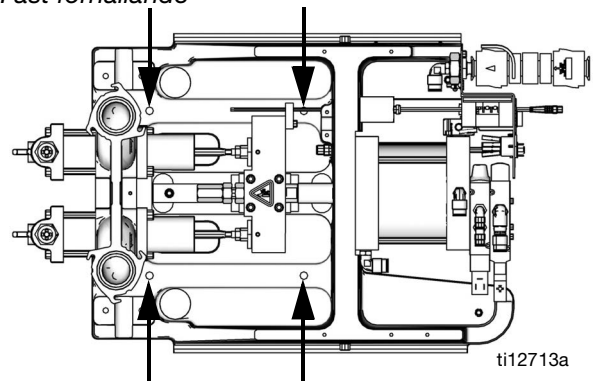

FIG. 4: Monteringshål
3. Ta bort skruvarna (110) som håller skyddet på båda sidor och ta sedan bort skyddet.
4. Fäst ramen med skruvar (medföljer inte) genom de fyra monteringshål. Se FIG. 4.